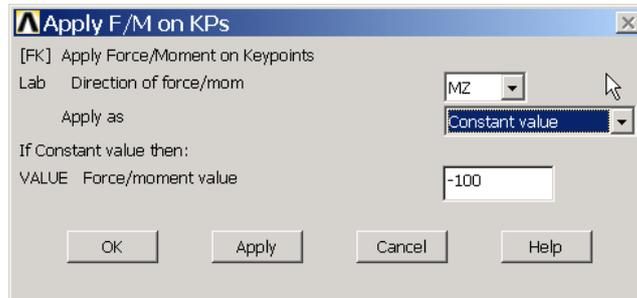

图9.28 弯矩荷载输入
(6) 施加外荷载：单击 **Main Menu>Solution>Define Loads>Apply>Structural>Force/Moment>On Keypoints** 选项，进行施加外荷载。并捕捉关键点 2（即悬臂梁右端点），按图 9.28 所示输入荷载。